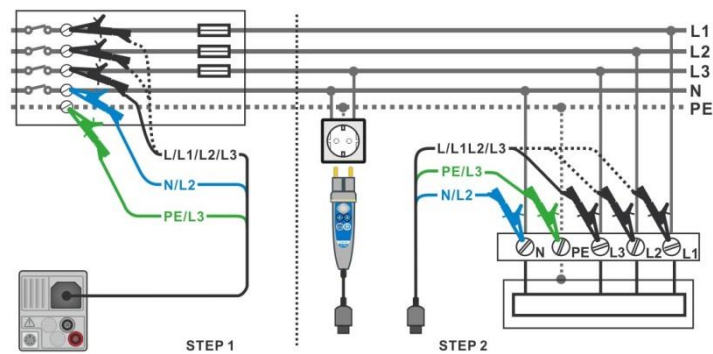

Abbildung 7.94: AUTO TT Messung
- Schließen Sie die Prüfleitungen oder den Commander Prüfstecker am Prüfling an, siehe **Abbildung 7.94**.